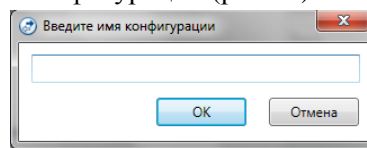

Рис. 48 Окно ввода имени конфигурации
- ✓ В открывшемся окне ввести имя конфигурации (рис.48).